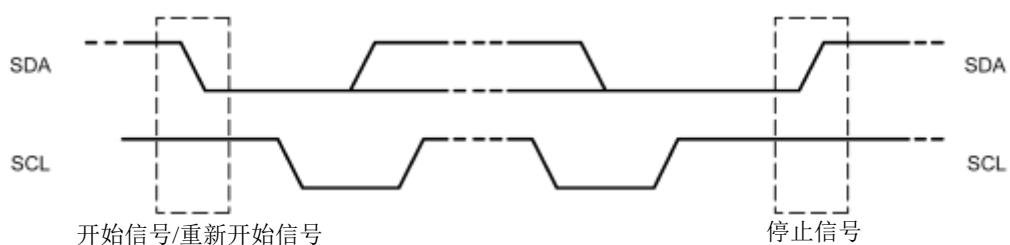

Figure 15-4 开始、重新开始、停止信号
**开始信号 (START):** 如 Figure 15-4 所示，当 SCL 为高电平时，SDA 由高电平向低电平跳变，产生开始信号。当总线空闲的时候，例如，没有主动设备在使用总线（SDA 和 SCL 都处于高电平），主机通过发送开始（START）信号建立通信。
**停止信号 (STOP):** 如 Figure15-4 所示，当 SCL 为高电平时，SDA 由低电平向高电平跳变，产生